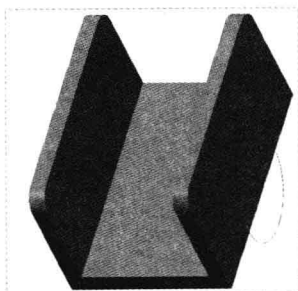

图 9-9 图形文件
Step 01 按【Ctrl+O】组合键，打开图形文件，如图 9-9 所示。